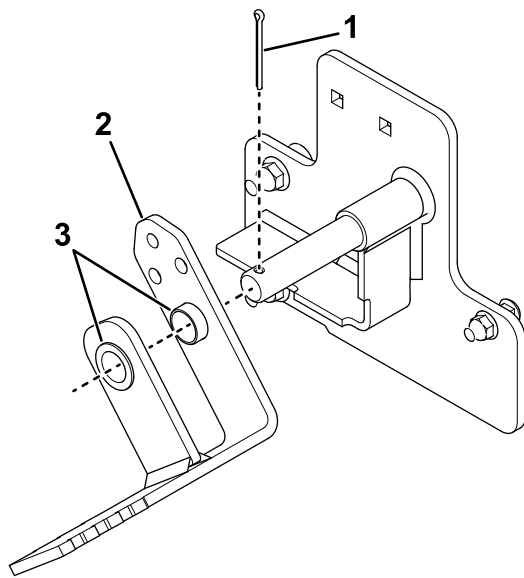

Bild 4
2. Befestigen Sie die Feststellbremse mit zwei Buchsen an der linken Halterung und sichern Sie diese mit einem Splint, wie in Bild 4 dargestellt.